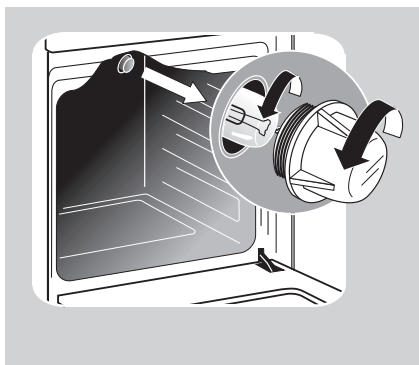
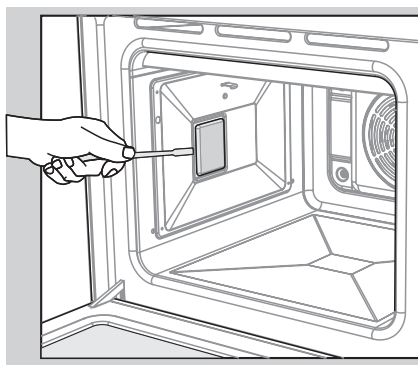

Рис. 20
Рис. 21
- Открутите стеклянный плафон (рис.20) или снимите плафон бокового освещения, предварительно сняв проволочную направляющую (рис. 21).